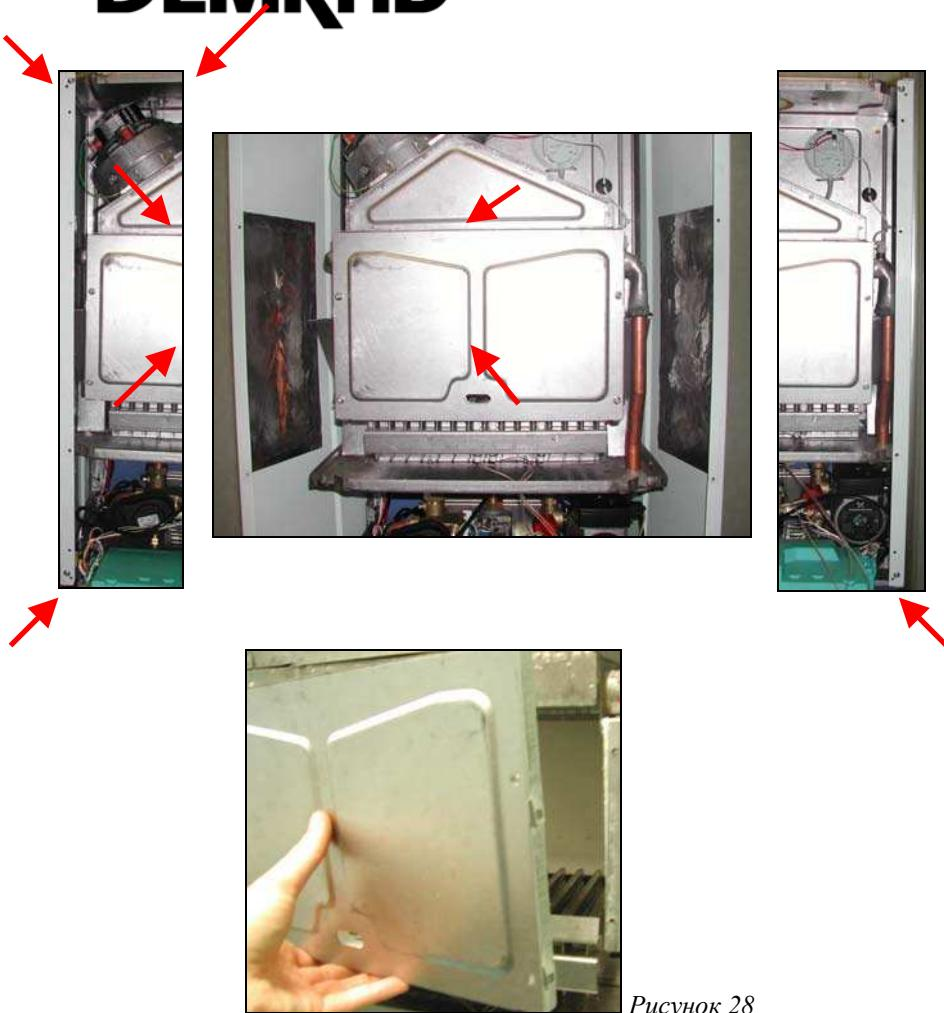

Рисунок 27
- Снимите крышку герметичной камеры сгорания, отвинтив два винта по бокам. (*Рисунок 27*)